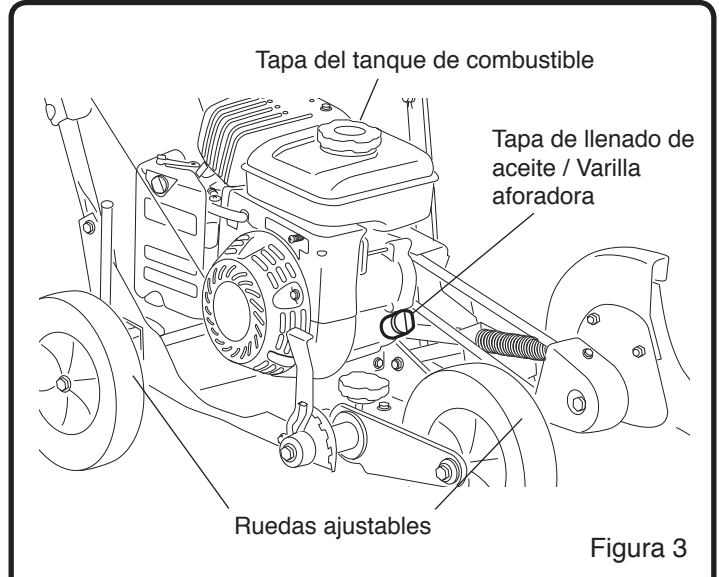

Figura 3
2. Retirar la tapa de llenado de aceite / varilla de aforar y enjuagarla con un paño. (Véase la Figura 3)
1. Limpiar la superficie alrededor de la tapa de combustible para evitar contaminación. (Véase la Figura 3)